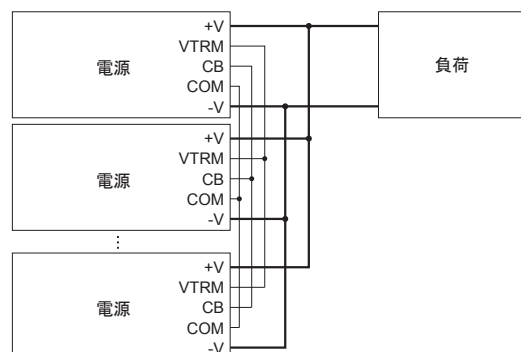

図2.2 並列運転時の接続例
- 図2.2の配線をするによって、並列運転可能です。並列運転するすべての電源のCB端子、VTRM端子、COM端子同士を接続してください。